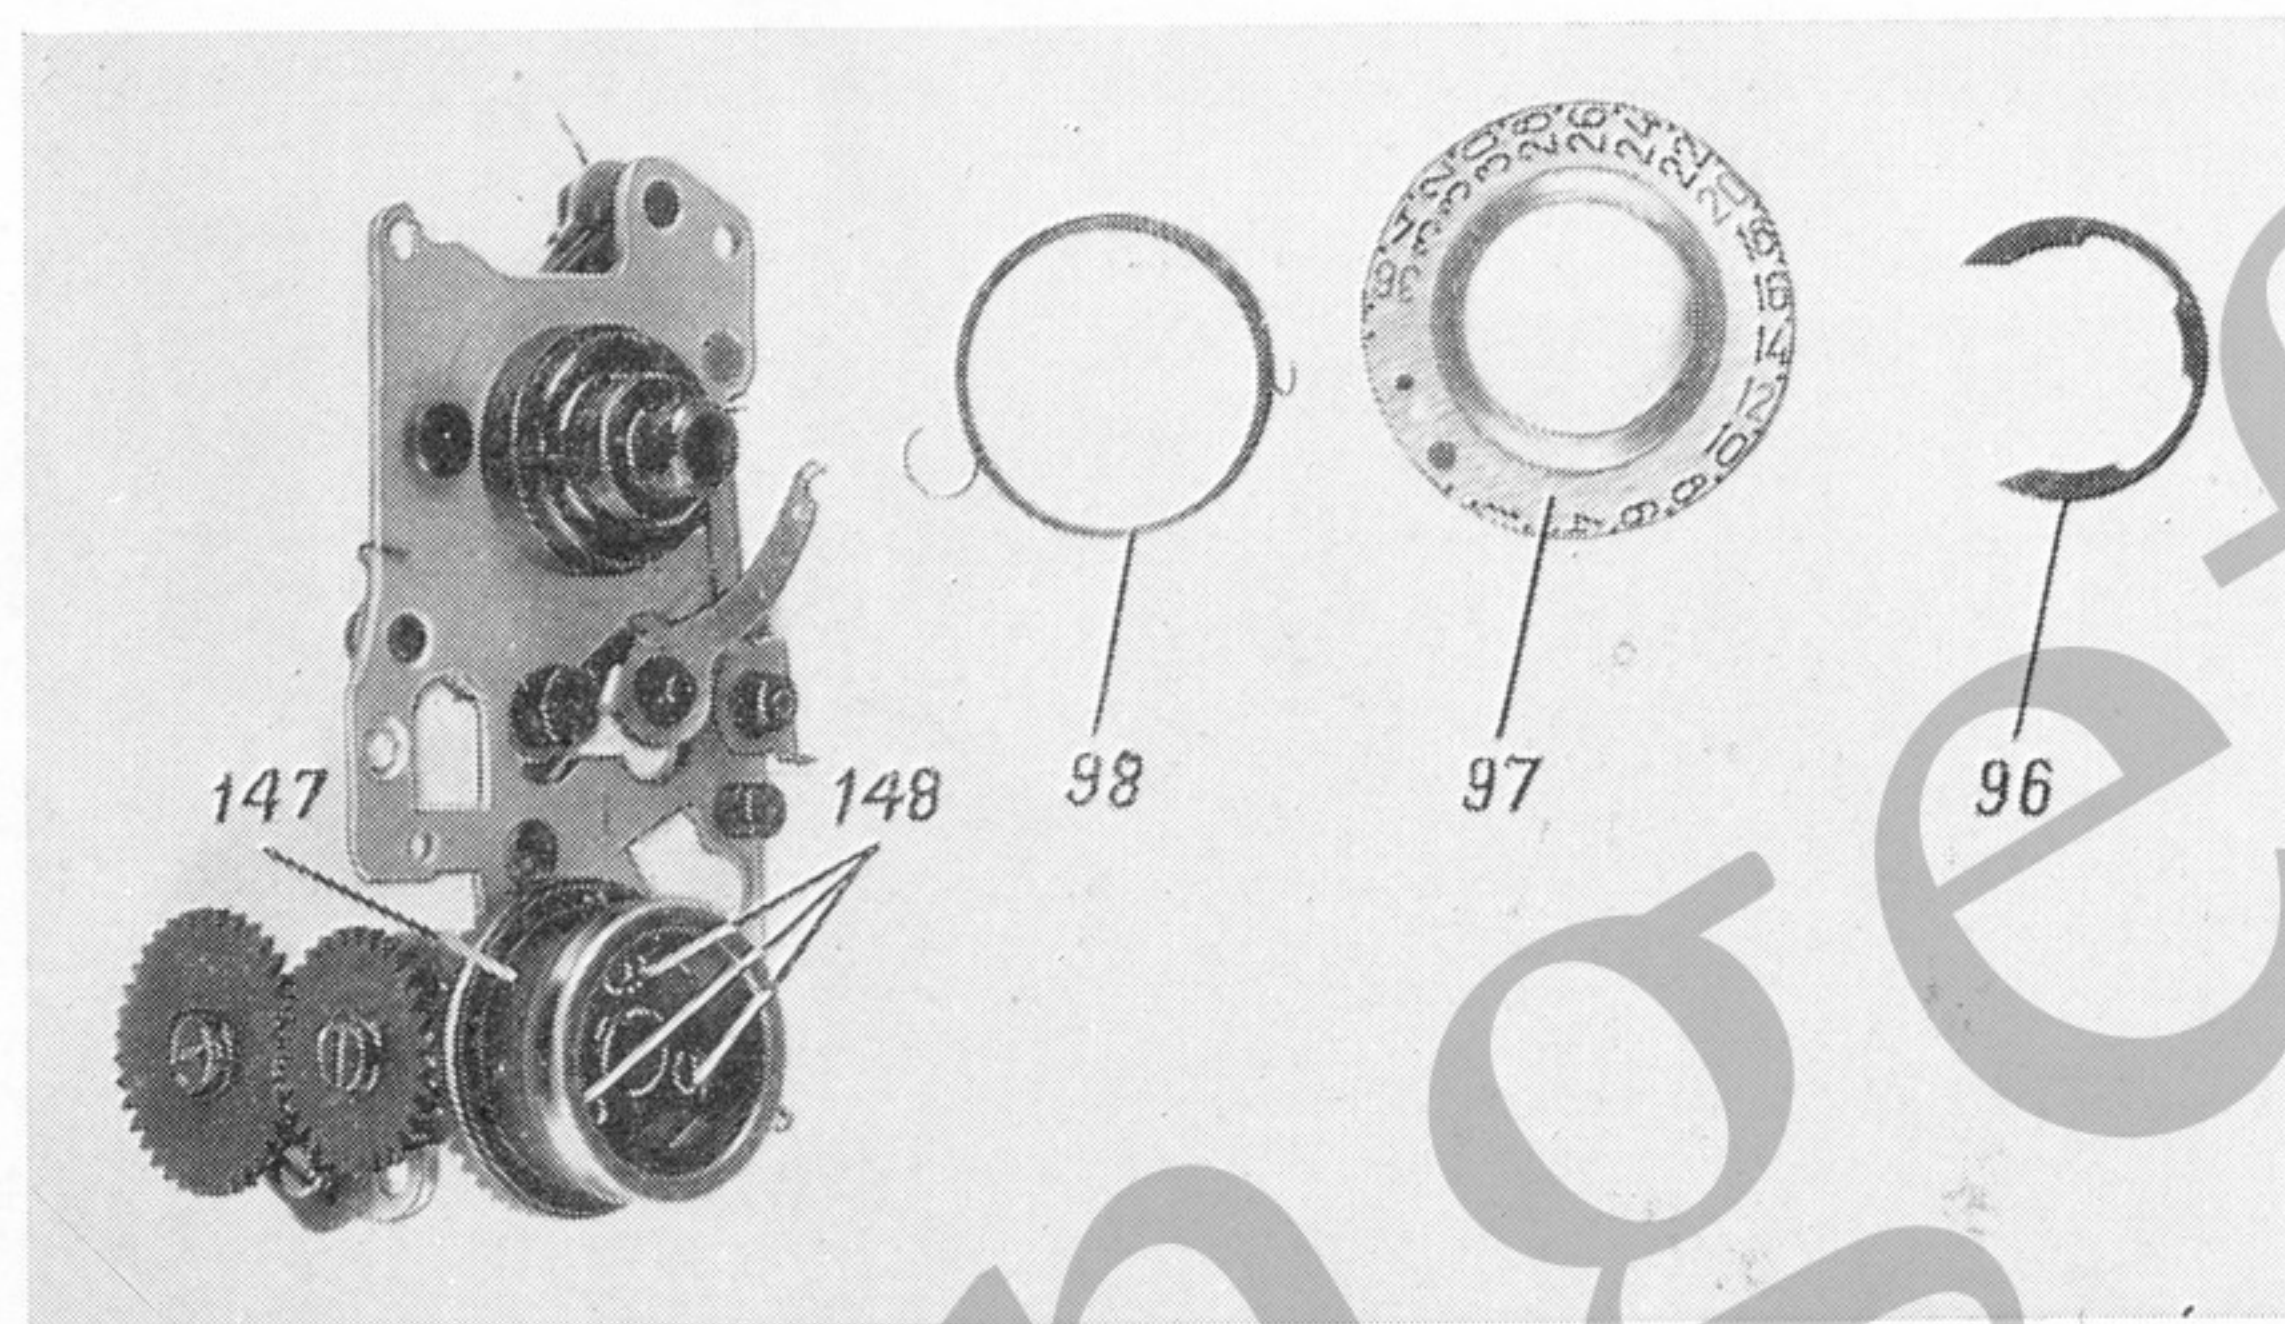

Рис. 16
5.3.1. Снимите шайбу 96 (см. рис. 16) и шкалу 97 вместе с пружиной 98.
6.3.1. Установите на плату счетчика пружину 98 (см. рис. 16), закрепите один ее конец за ось, развальцованную на плате счетчика.
Закрепите предварительно узел счетчика винтами 35 (см. рис. 5). Проверьте передачу вращения от маховика счетчика к зубчатому барабану затвора, отрегулируйте зацепление маховика с барабаном разворотом зубчатого колеса 147 (см. рис. 16) при отпущенных крепежных винтах 148. После регулировки затяните окончательно винты 35 (см. рис. 5).